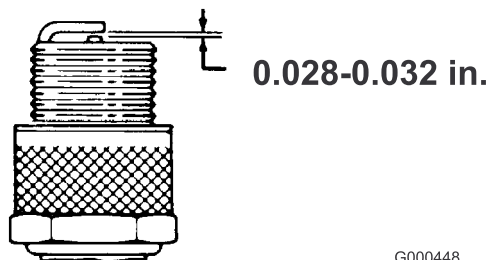

Figura 24
3. Ajuste el hueco entre electrodos de 0,07 a 0,08 cm (Figura 24).